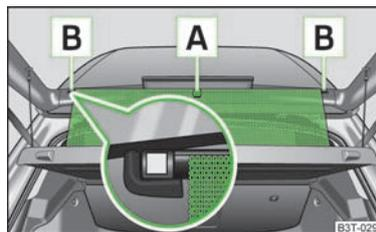

Fig. 47
- Puxe a cortina deslizante pela pega **A** » Fig. 47 e prenda-a nos suportes magnéticos **B**.